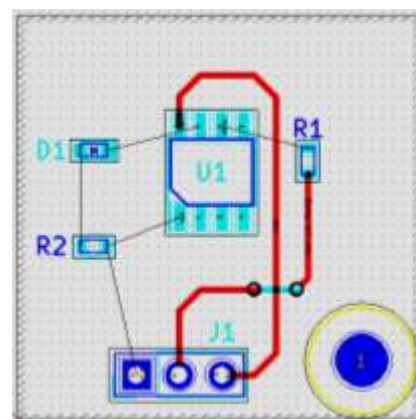

図 10-16
- ③ 配線は他の配線や端子と接触したり交差したりしないよう基板の Front 面 (F.Cu) や Back 面 (B.Cu) をうまく選択して引き回します。 図 10-16